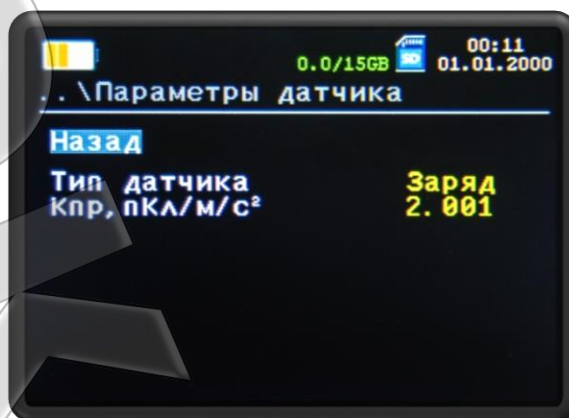

Рисунок 5. Меню «Параметры датчика»
2.2.6 При дальнейшей работе с виброметром необходимо выбрать параметры датчика, с которого предполагается сбор показаний в меню «Параметры датчика» (Рисунок 5).